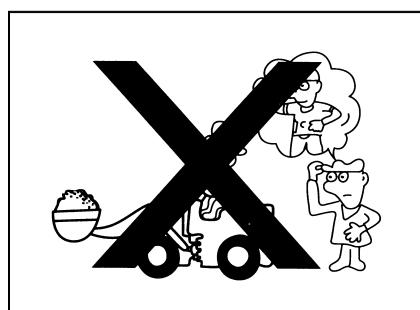

Рис. 1-35
- Перед началом движения следует нажать гудок и выдать сигнал, после убеждения в безопасности стартовать (рис. 1-35).